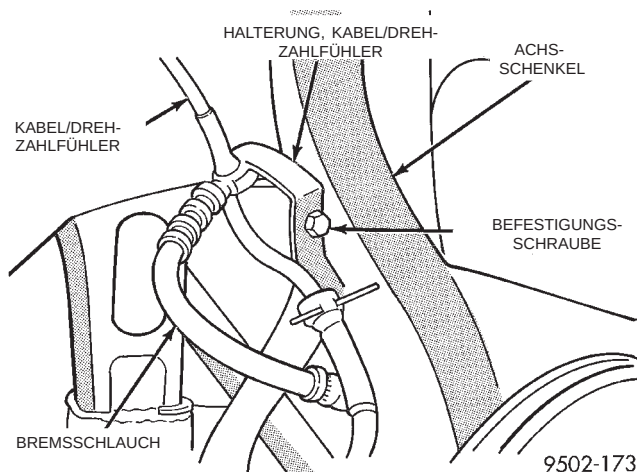

Abb. 11 Halterung des Kabels/Drehzahlfühler
(1) Fahrzeug anheben. Dazu Unterstellböcke oder eine Hebebühne verwenden, die am Rahmen angesetzt wird (siehe Kapitel 0, Schmierung und Wartung, Abschnitt "Anheben des Fahrzeugs").
(2) Rad auf der Fahrzeugseite abbauen, auf der der obere Querlenker ausgebaut werden muß.
(3) Halterung des Kabels/Drehzahlfühler (Abb. 11) vom Achsschenkel abbauen.
(15) Halterung für Kabel des Drehzahlfühlers am Achsschenkel einbauen (Abb. 11). Die Schraube für die Halterung eindrehen und festziehen.